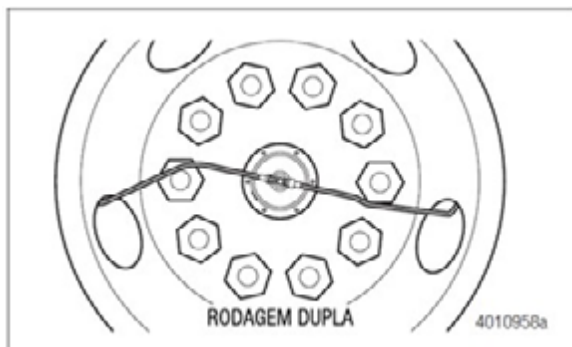
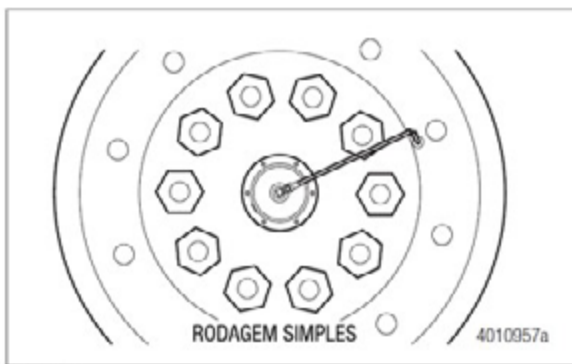

Figura 5.12
Figura 5.13
5. Siga as instruções do fabricante da roda para reinstalá-las as rodas. Verifique se as conexões em "T" estão apontando NA DIREÇÃO das válvulas dos pneus, para garantir que você conseguirá direcionar corretamente as mangueiras do sistema de inflação. Figura 5.12 e Figura 5.13.